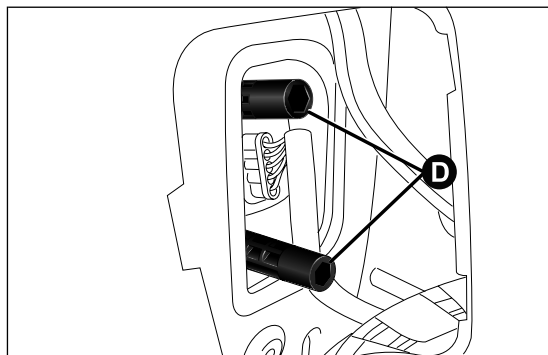

fig. 174
- ☐ con la llave Allen A, aflojar los dispositivos de fijación D fig. 174 del grupo óptico trasero;